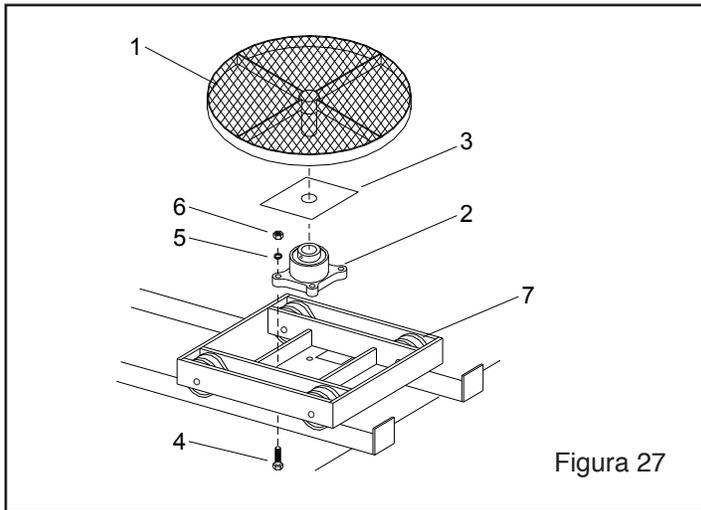

Figura 27
**Mesa giratoria con carro de trabajo y riel, 500 lb. Capacidad, Figura 27**